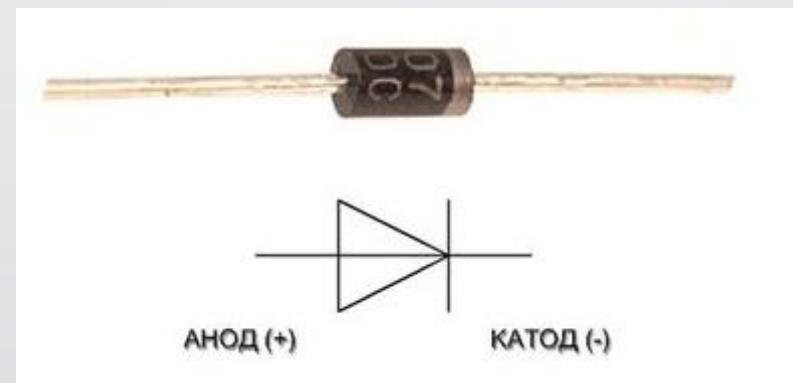

Рисунок 4.7 – Диод
1) неуправляемые приборы — диоды (diodes) (рисунок 4.7), переход которых из включенного состояния в выключенное осуществляется полярностью приложенного к прибору напряжения силовой цепи;